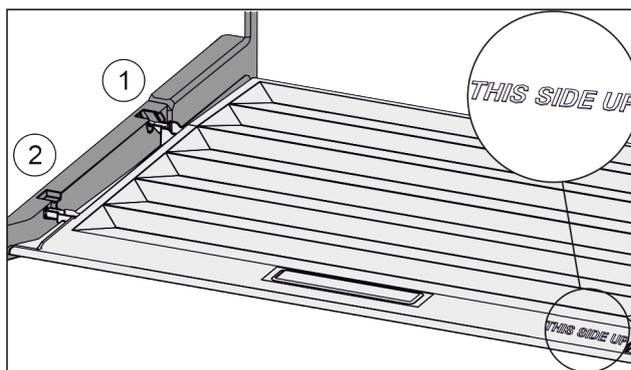

Fig. 162
- ▶ Výstupky víka zavedte do zadních držáků Fig. 162 (1) a vpředu zaklesněte do držáku Fig. 162 (2).